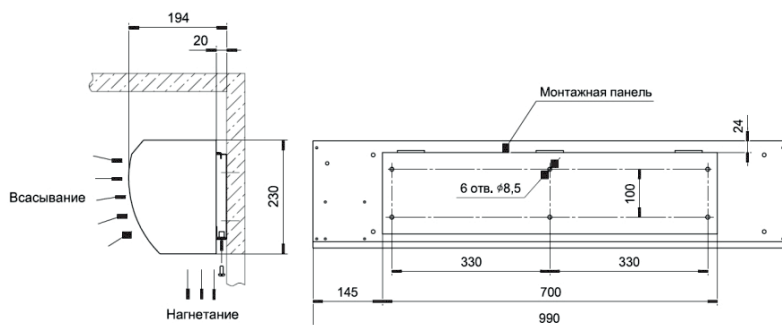

Рис. 3. Габаритные и установочные размеры
- разметьте и просверлите отверстия в стене (установочные и габаритные размеры завесы представлены на рис. 3 Приложения);